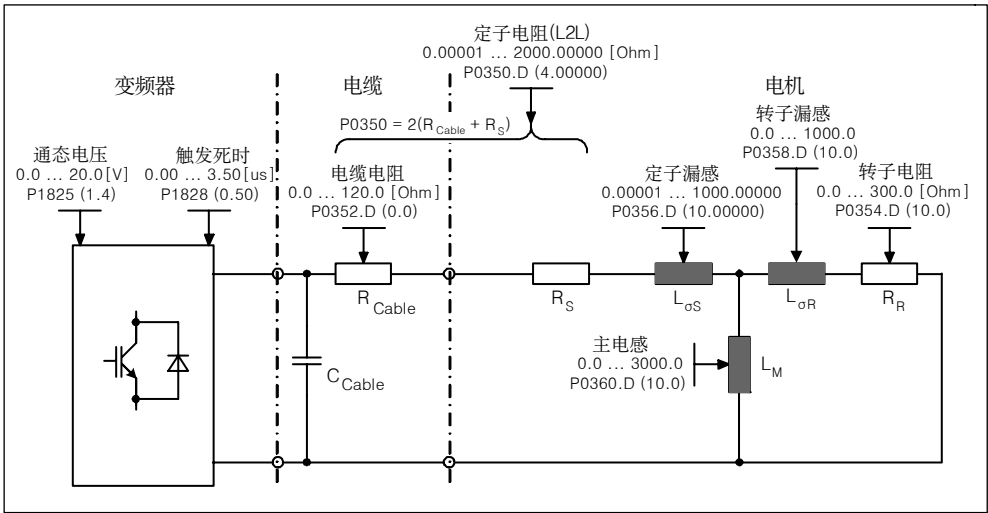

图 3-26 等效电路图(ECD)
- 等效电路图数据(ECD, 见图 3-26) → P1910 = 1
如果第一次启动电机数据辨识程序，则应从铭牌数据(额定[正常]数据)和 P1910 = 1 开始去确定以下数据(见图 3-26)：
除等效电路图数据外，还可用电机数据辨识(P1910 = 3)来确定电机磁化特性(见图 3-26)。如果电机-传动变频器组合运行在弱磁区，则该特性应被确定，特别是当使用矢量控制时。通过该磁化特性，在弱磁区中，MICROMASTER 能更精确地计算产生磁场的电流及取得一个更高的转矩精度。